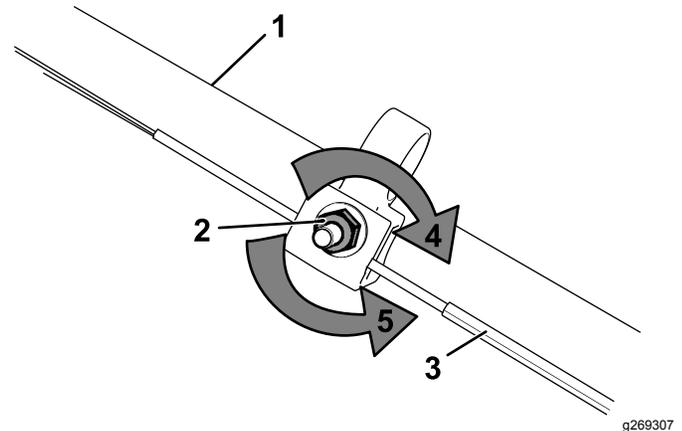

Figura 28
1. Gire la tuerca de ajuste en sentido antihorario para aflojar el ajuste del cable (Figura 28).
2. Ajuste la tensión del cable (Figura 28) tirando del mismo hacia atrás o empujándolo hacia adelante, y sujételo en esa posición.